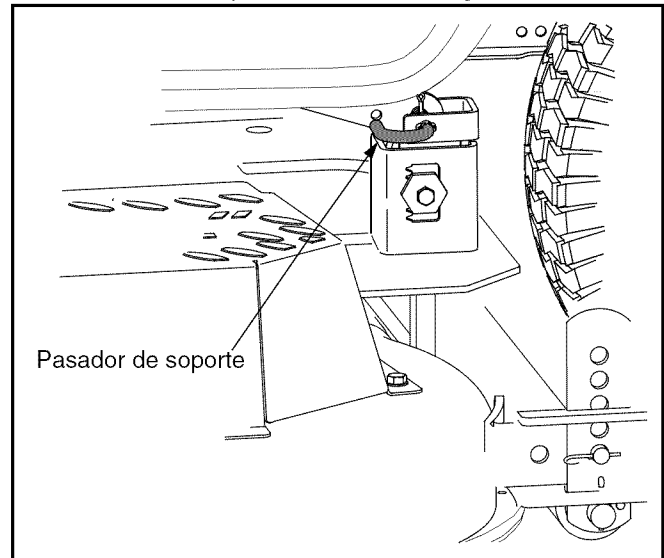

Figura 19
- Tire hacia afuera el pasador de soporte de la plataforma para separar la misma del brazo de elevación de la plataforma. Vea la Figura 19.